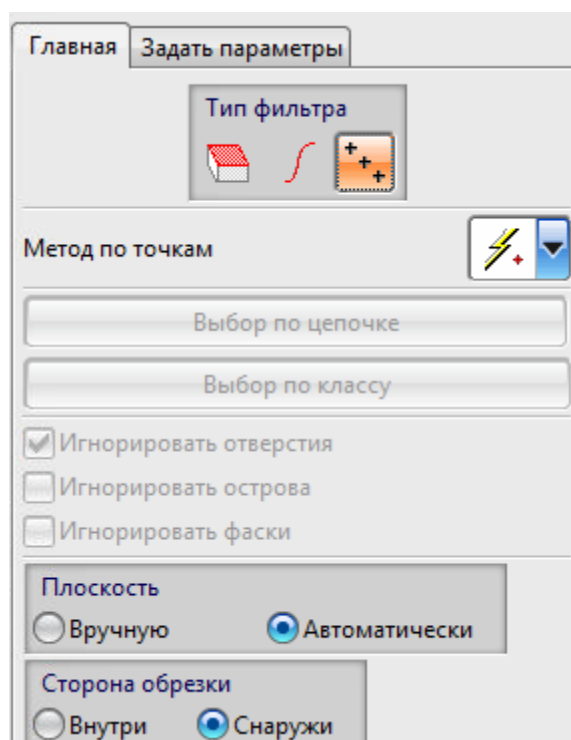

Рис. 2.37. Настройка стороны обрезки
- выберите сторону обрезки *Снаружи* и тип фильтра *По точкам* (см. рис. 2.37);